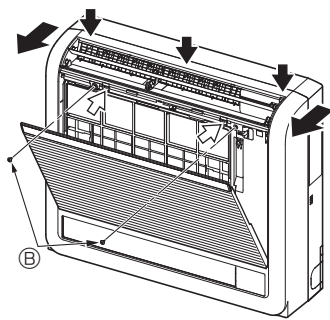

Fig. 3-3
- ① Appuyez sur les 2 positions indiquées par les flèches et ouvrez la grille avant. (Fig. 3-3)
- ② Ouvrez la grille avant et retirez les deux vis.
- ③ Ouvrez l'aillette horizontale de la sortie d'air supérieure, poussez le haut du panneau frontal en trois endroits différents, puis sortez le haut de la grille de l'appareil intérieur.